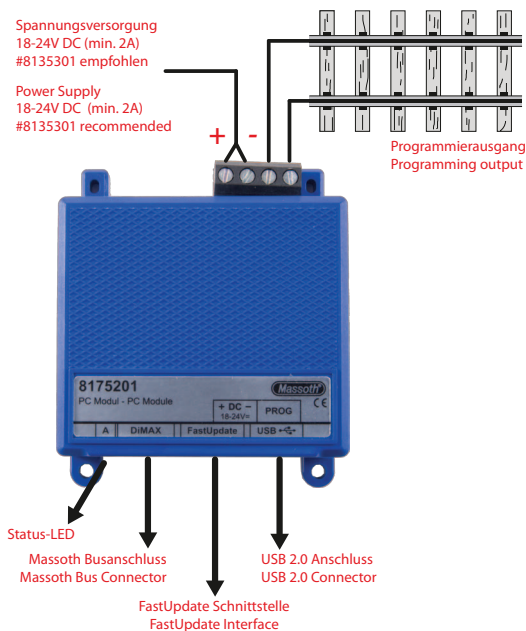

Abbildung 1: Anschlüsse des DiMAX PC Moduls
Schließen Sie das PC Modul gemäß Schaubild (Abbildung 1) an. Die Anschlüsse sind entsprechend eingezeichnet.
Über die Schraubklemmen (Abbildung 1) wird das PC Modul mit Spannung versorgt. Der Spannungsbereich liegt zwischen 18-24 Volt Gleichspannung. Die Spannungsversorgung muss mindestens 2 Ampere Strom liefern können. Beachten Sie die Polarität (+/-) beim Anschluss.
- Der Programmiergleisanschluss ist der universelle Anschluss um Einstellungen und Firmwareupdates an Decodern durchzuführen. (Abbildung 1, Seite 4)